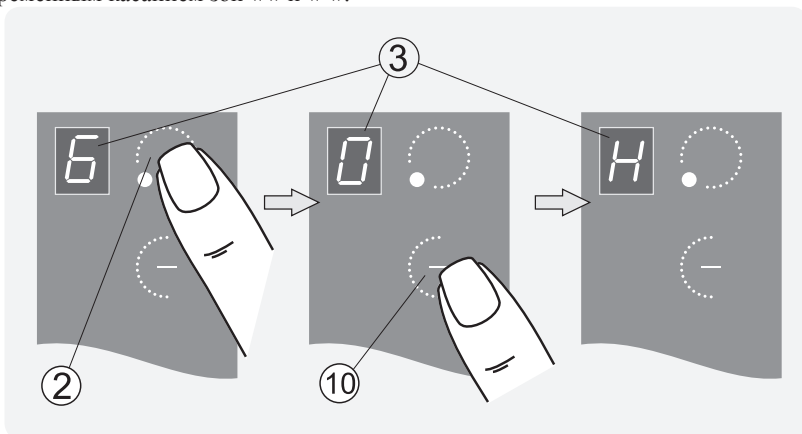

Рис.6
1. Работающую конфорку перевести касанием зоны ② в режим управления (рис. 6).